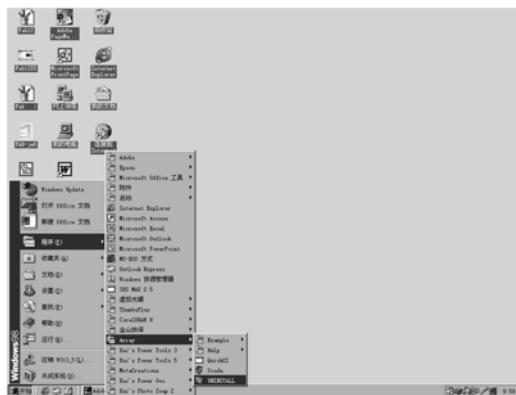

图1.10 卸载
- 用鼠标左键单击该程序集下的“UNINSTALL”，如图1.10所示；